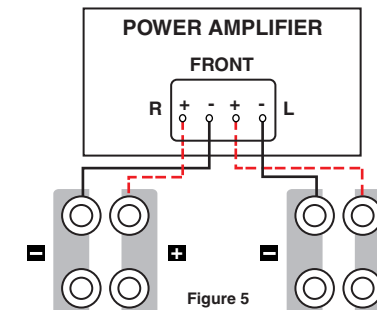

Figure 5
**Remarque : Pour assurer un bon fonctionnement, veillez à ce que le fil de la borne rouge (+) de l'enceinte soit raccordé à la borne rouge (+) de l'amplificateur ou du récepteur. De même, veillez à ce que le fil de la borne noire (-) de l'enceinte soit raccordé à la borne noire (-) de l'amplificateur ou du récepteur. (Figure 5)**